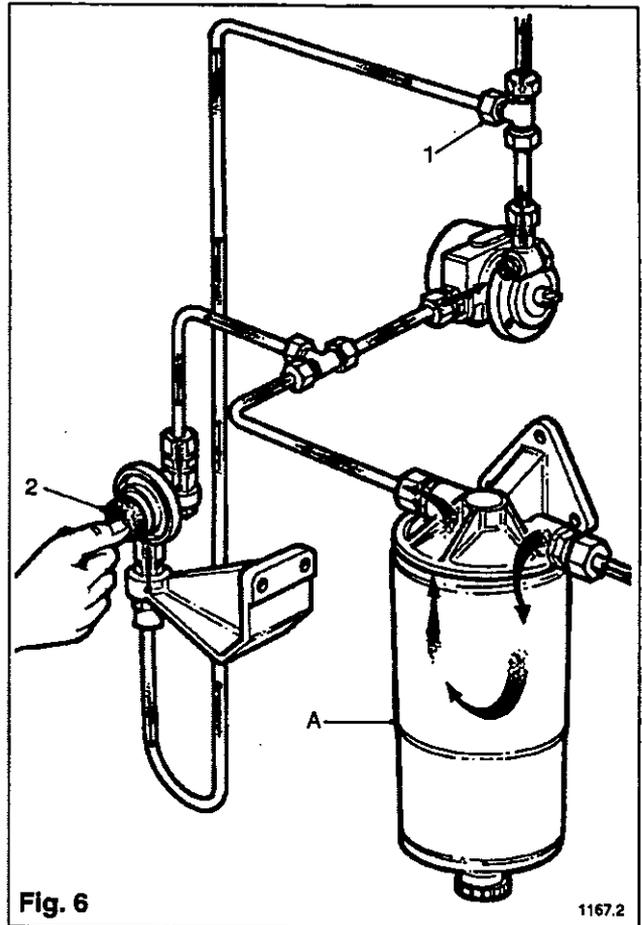

Fig. 6
Ouvrir l'alimentation de combustible en provenance du réservoir de jour. Desserrer l'écrou de raccord en T (1) Fig. 6, puis actionner la pompe d'amorçage en appuyant plusieurs fois sur le bouton en caoutchouc (2) jusqu'à ce que le combustible s'écoule sans bulles d'air par le raccord. Resserrer l'écrou du raccord.
**Circuit d'arrivée du combustible Fig. 6**